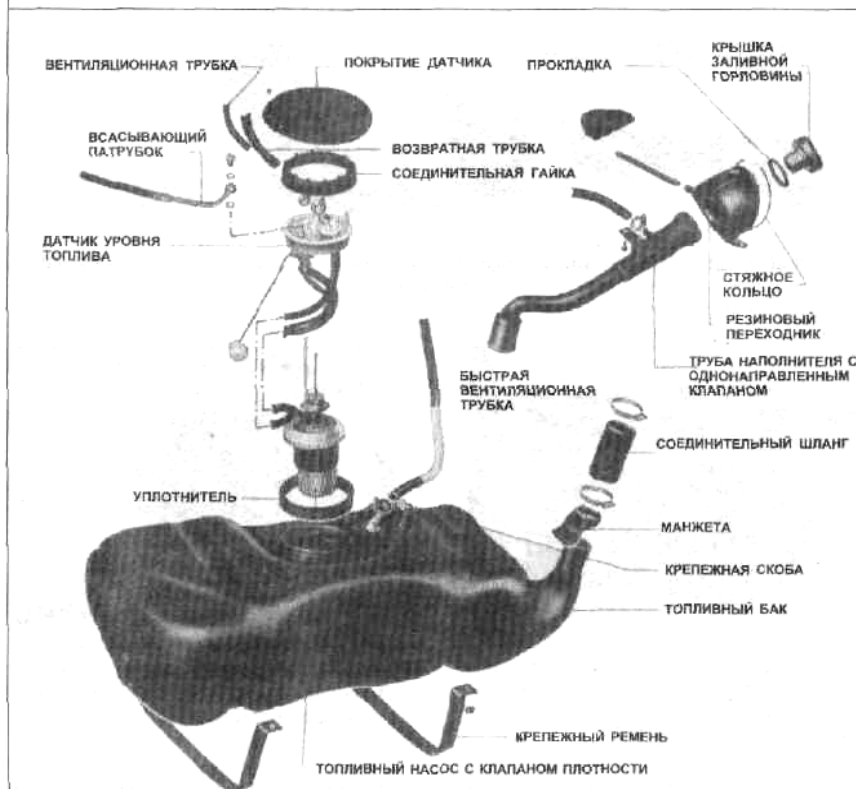

Рис. 3.62 Топливный бак и связанные компоненты (система впрыска топлива) (Глава 23)
- 1 Топливный насос размещен в топливном баке и доступ к нему (и датчику уровня топлива) можно получить после снятия покрытия пола багажного отделения и крышки (Рисунок 3.62).